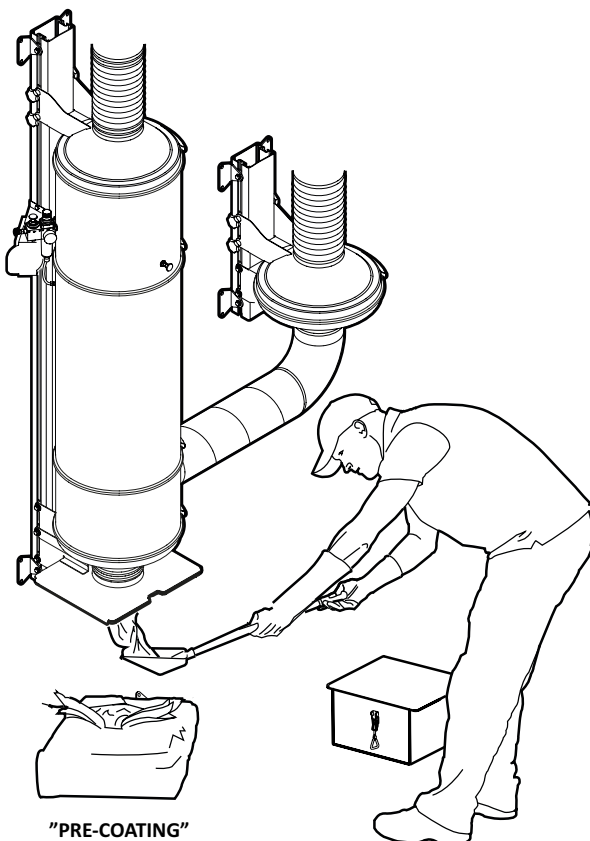

Fig. 8
2. Démarrez le ventilateur à pleine vitesse et aspirez toute la poussière. Dosez la poudre pour obtenir un débit régulier et une vitesse d'aspiration d'environ : 20 s/1 kg, voir la **Fig. 8**.